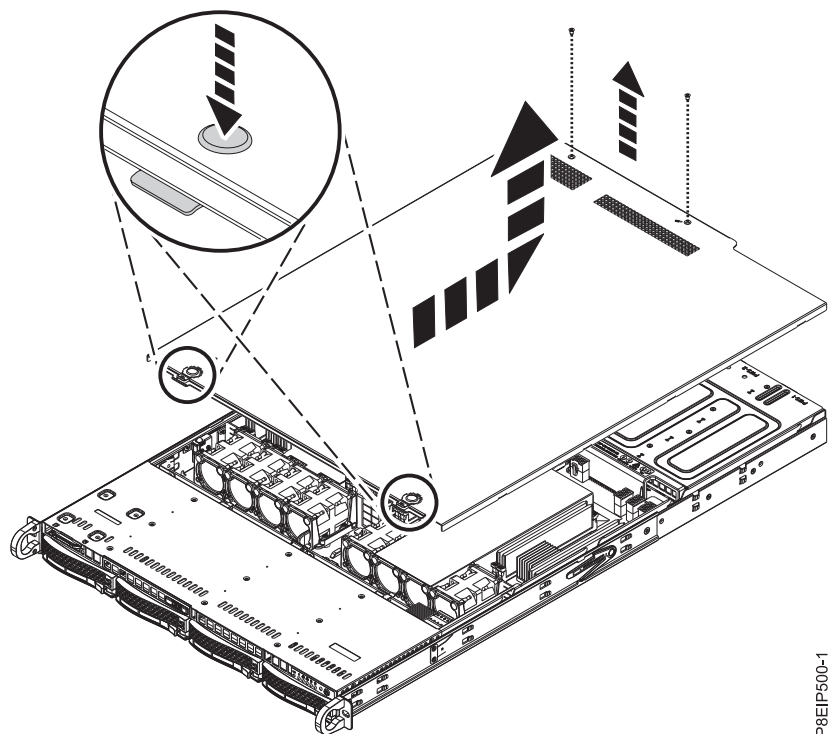

Figura 57. Liberando e abrindo a tampa
2. Remova os dois parafusos da tampa (1) da parte traseira da tampa.
3. Pressione os dois botões na tampa superior (2) para liberar as travas, conforme mostrado na Figura 57, e empurre a tampa de volta cerca de 0,5 pol. (1 cm) até que ela pare. Se os botões não forem pressionados para baixo facilmente, remova parcialmente as unidades diretamente sob os botões.